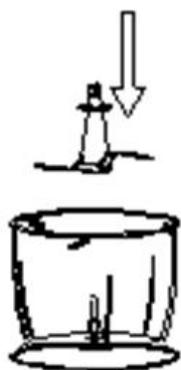

Fig. 1
2. Montați lama inoxidabilă în bolul de tocare așa cum este indicat la Fig. 1.